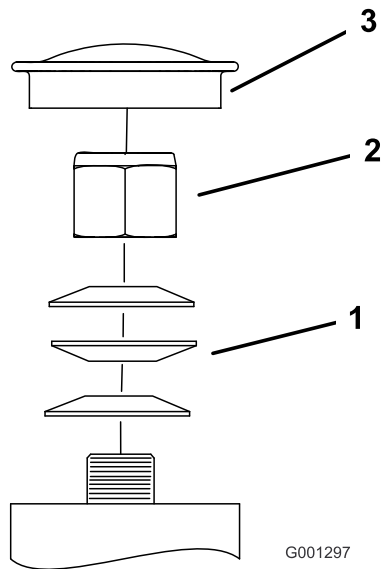

Bild 59
3. Entfernen Sie den Staubdeckel vom Laufrad und ziehen Sie die Sicherungsmutter an (Bild 59).
4. Ziehen Sie die Mutter so weit an, bis die Federscheiben flach sind. Drehen Sie dann 1/4 Drehung zurück, damit Sie die Vorlast korrekt auf die Lager verteilen können (Bild 59).
Wichtig: Achten Sie darauf, dass die Federscheiben korrekt wie in Bild 59 dargestellt eingesetzt sind.
5. Setzen Sie den Staubdeckel auf (Bild 59).